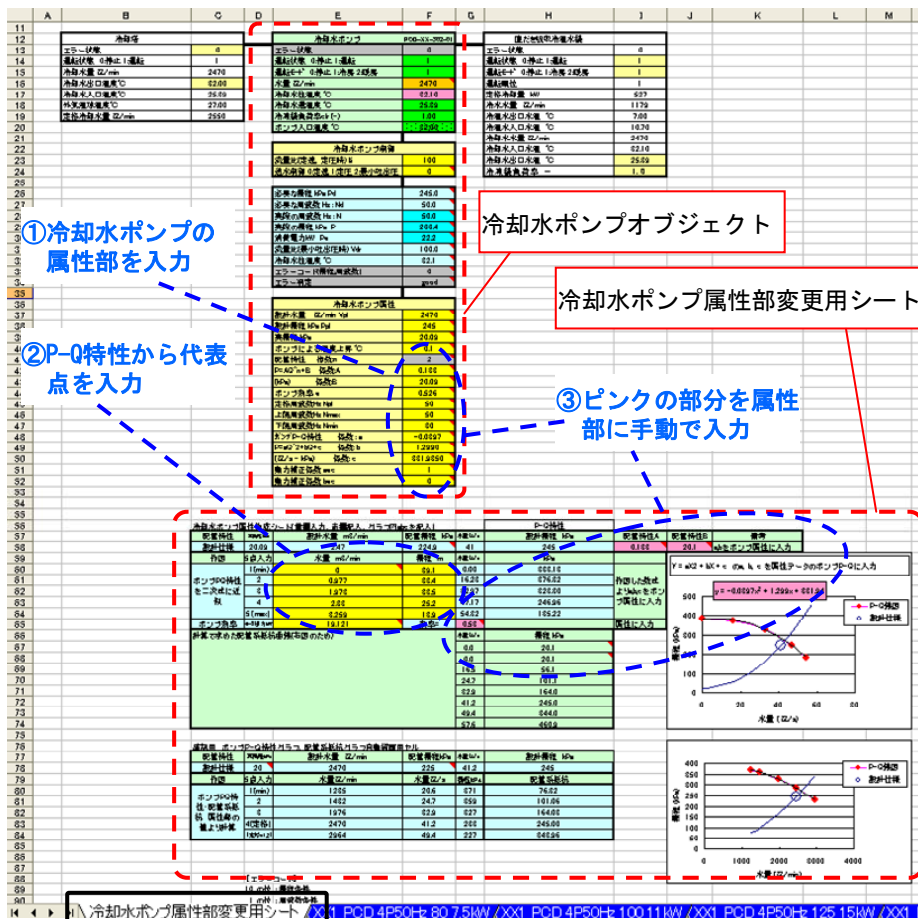

図 3.13 冷却水ポンプオブジェクトの属性部変更用シート画面
- ① タブで「冷却水ポンプ属性部変更用シート」を選択する(図 3.13 左下参照)。